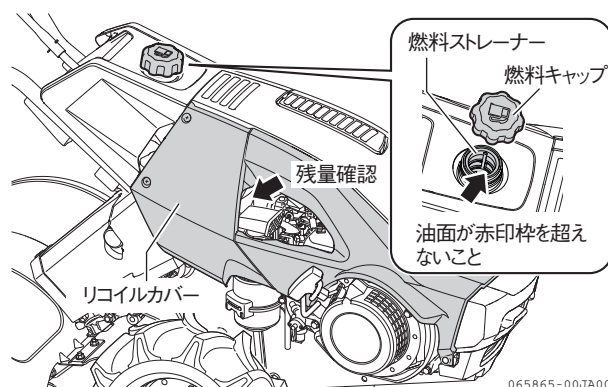

図 4-11 燃料の残量確認
(図 4-11)
3. 不足している場合は、燃料キャップを外し、燃料の油面が燃料ストレーナーに付いている赤印枠を超えないように補給します。この位置が規定量です。(図 4-11)